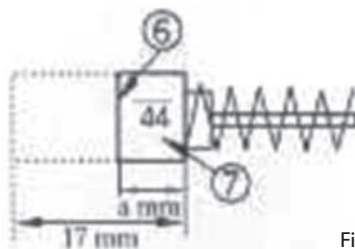

Fig7
Il motore impiega spazzole di carbone che sono parti consumabili; dal momento che un eccessiva usura delle spazzole potrebbe causare problemi al motore, sostituire la spazzola di carbone. Limitatore di usura (6) N. spazzola di carbone (7). (Vedi Fig 7)